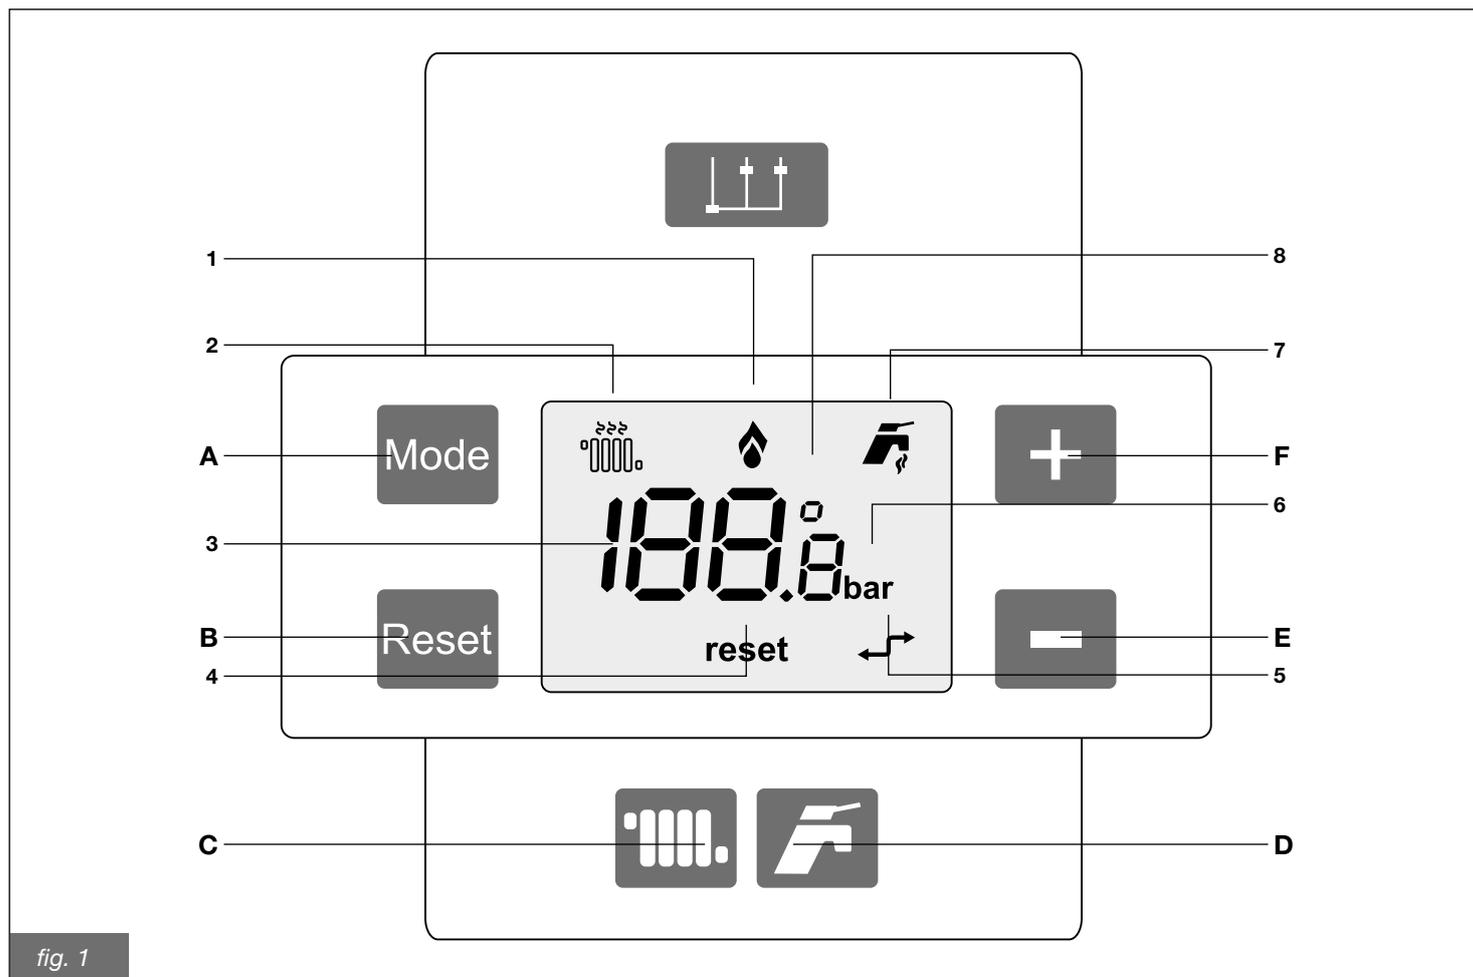

fig. 1
8. Per regolare la temperatura del riscaldamento premere il tasto  (C in fig. 1) quindi, regolare la temperatura utilizzando i tasti  o  (E o F in fig. 1).
Nel caso in cui la caldaia vada in blocco, è possibile sbloccarla premendo il tasto  (B in fig. 1).
Premendo il tasto sanitario (D fig. 1) si visualizza la temperatura dell'acqua sanitaria.
Premendo i tasti "−" (E fig. 1) o "+" (F fig. 1) si modifica la temperatura dell'acqua sanitaria.
Durante la modifica, l'icona SANITARIO (7 fig. 1) lampeggia. Impostata la temperatura desiderata, l'icona continua a lampeggiare per circa 5 secondi. Trascorso questo tempo il valore viene memorizzato ed il display ritorna nel suo normale funzionamento.
Premendo il tasto sanitario (C fig. 1) si visualizza la temperatura dell'acqua di mandata del riscaldamento.
Premendo i tasti "−" (E fig. 1) o "+" (F fig. 1) si modifica la temperatura dell'acqua di mandata del riscaldamento.
Durante la selezione l'icona RISCALDAMENTO (2 fig. 1) lampeggia. Impostata la temperatura desiderata, l'icona continua a lampeggiare per circa 5 secondi. Trascorso questo tempo il valore viene memorizzato ed il display ritorna nel suo normale funzionamento.
Tenendo premuto, per il tempo ciclo, i tasti "Reset" + "F" (B + D fig. 1) si accede al menù "INFO". Il display si illumina e sullo schermo si alternano le scritte "In" (1 sec), "n00" (1 sec) e il valore del relativo parametro (5 sec).
Premendo brevemente il tasto "+" (F fig. 1), è possibile scorrere i vari indici.
Premendo brevemente il tasto "-" (E fig. 1) si ha il comportamento opposto.
Tenendo premuto, per il tempo ciclo, i tasti "Reset" + "F" (B + D fig. 1) si esce dal menù.